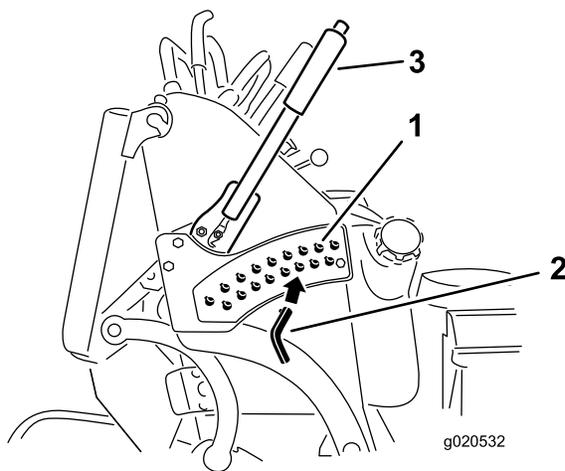

図 28
3. 刈り高ブラケットについている穴から、希望する刈り高に対応する穴を見つけ、その穴にピンを通す 図 28。
4. 上部についているボタンを押して刈り高レバーをピンまで下げる 図 28。